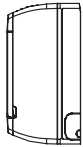
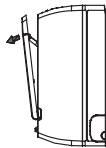
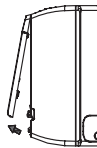

Рис. 1
Рис. 2
Рис. 3
1. Сдвиньте декоративную панель, как показано на рис. 1, отведите ее под небольшим углом (см. рис. 2) и откройте (см. рис. 3).
- Задняя панель устройства должна вплотную прилегать к стене (рис. 1).
- При установке устройства должны соблюдаться расстояния, указанные на рис. 2.